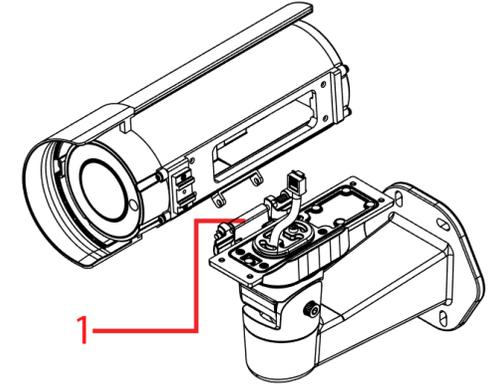

Figura 5
- Coloque a câmara na dobradiça (1) (figura 5) e solte o pino de modo a que a câmara fique fixa à placa do braço de montagem.